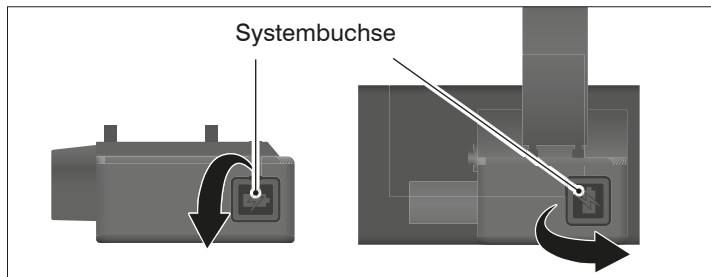

Abb.: A-2 Systembuchse mit geschlossener Abdeckung am Anzeigemodul (links) und an der Anzeigetafel (rechts).
2. Öffnen Sie die Abdeckung der Systembuchse an der Anzeigetafel bzw. dem Anzeigemodul (siehe *Abb.: A-2*).